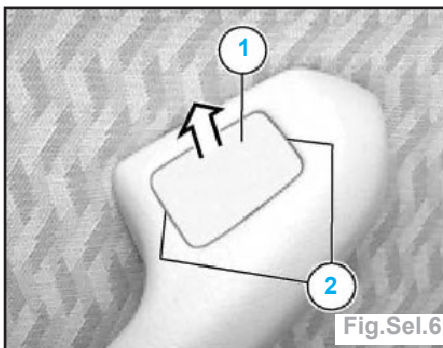
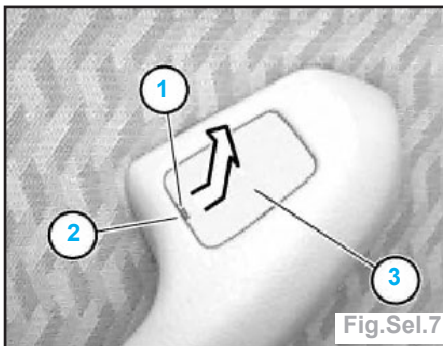

Fig.Sel.6
Fig.Sel.7
- Côté passager sans encoche de démontage : soulever le cache (1) avec précaution à l'aide d'un petit tournevis inséré aux points (2) (fig.Sel.6).
- Côté passager avec encoche de démontage (1) (fig.Sel.7) :
- introduire avec précaution l'extrémité (environ 1 mm) d'un tournevis à l'intérieur de l'encoche (1) du cache (3),
- pousser le cache (3) vers l'avant et le dégager vers le haut.
- Sur les véhicules sans lève-vitres électriques ni encoche de démontage : soulever le cache (1) avec précaution à l'aide d'un petit tournevis inséré aux points (2) (fig.Sel.6).
- Sur les véhicules sans lève-vitres électriques mais avec encoche de démontage (1) :
- introduire avec précaution l'extrémité (environ 1 mm) d'un tournevis à l'intérieur de l'encoche (1) du cache (3) (fig.Sel.7),